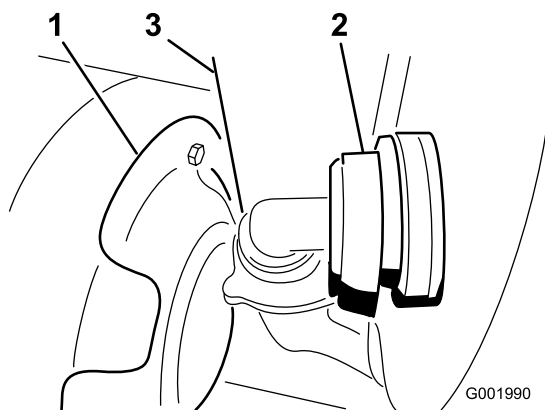

Bild 55
3. Schließen Sie den Schlauch im unteren Bereich vorne am Behälter ab (Bild 55).
Hinweis: Sie müssen das Wärmeschutzblech (Bild 55) möglicherweise zurück drücken, um die Abdeckung abzunehmen.
7. Schließen Sie den Schlauch vorne am Tank an (Bild 55).